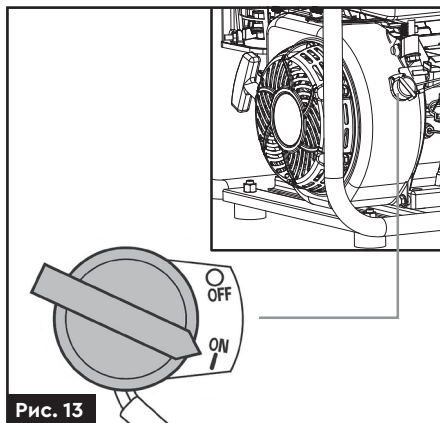

Рис. 13
1. Переведіть перемикач запалювання (рис. 13) у положення «ВВІМК» (ON).